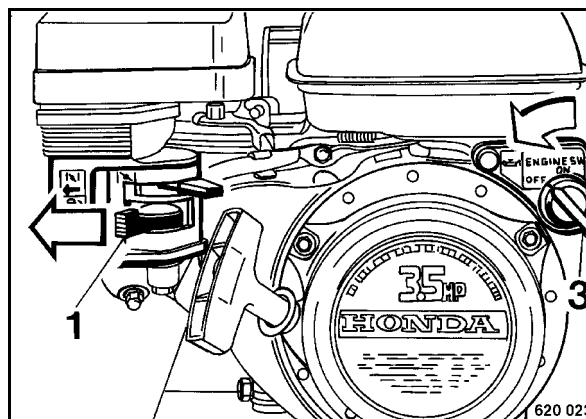

рис. 21
- Закрыть топливный кран 1 (рис. 21) в направлении стрелки.